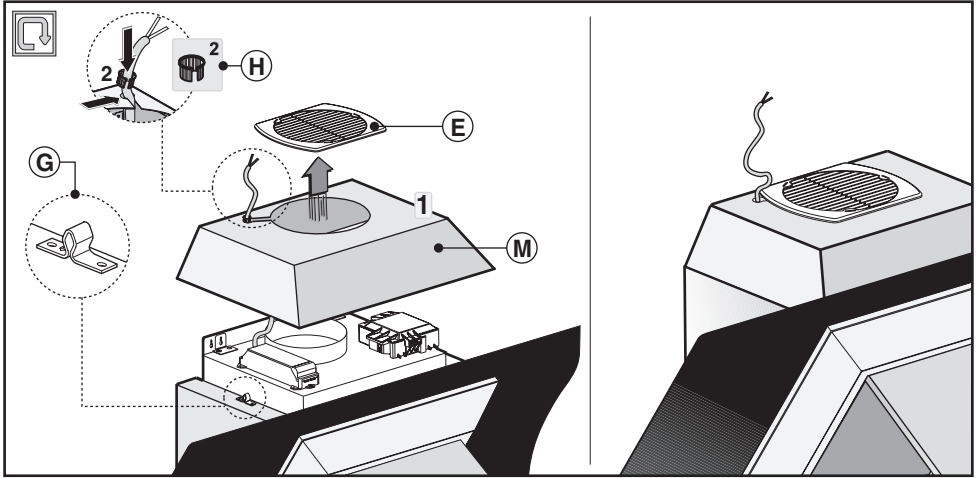

Fig.8
-Fissare il cupolino **M** e la griglia **E** facendo attenzione che si agganci perfettamente ai perni di fissaggio **G** (Fig.8).